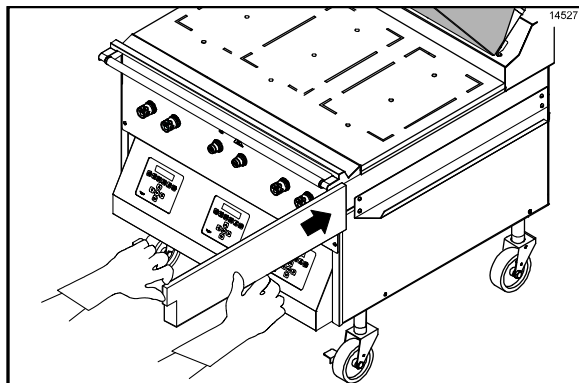

Figura 71
44. Reinstale os coletores de gordura. (Veja a Figura 71.)